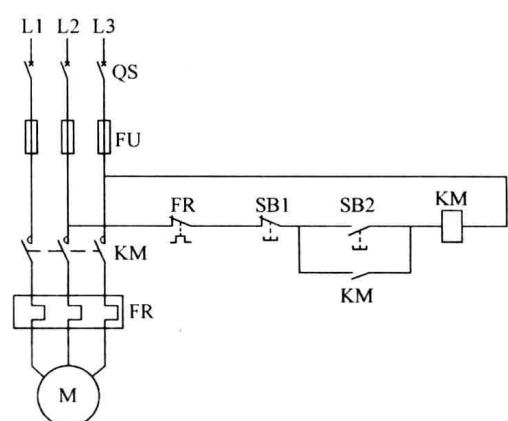

图 1-4 单向运行电气控制电路
在要求电动机起动后能连续运行时，采用上述点动控制电路是不行的。因为要使电动机 M 连续运行，起动按钮 SB 就不能断开，这是不符合生产实际要求的。为实现电动机的连续运行，可采用接触器自锁单向控制电路，如图 1-4 所示。这是一种最常用、最简单的控制电路，能实现对电动机的起动、停止的自动控制、远距离控制、频繁操作等。电动机单向起动电路由主电路和控制电路两部分组成：
①短路保护。图 1-4 所示主电路发生短路时，通过熔断器 FU 的熔体熔断，切断主电路。
②过载保护。电动机在运转过程中，如果长期负载过大或频繁操作等都会引起电动机绕组过热，影响电动机的使用寿命，甚至会烧坏电动机。因此，对电动机要采用过载保护，一般采用热继电器作为过载保护元件，电动机过载保护通过热继电器 FR 实现，由于热继电器的热惯性比较大，即使热元件上流过几倍额定电流，热继电器也不会立即动作。因此，在电动机起动时间不太长的情况下，热继电器经得起电动机起动电流的冲击而不会动作。只有在电动机运行过程中，由于过载或其他原因，使负载电流超过额定值时，经过一定时间，串接在主回路中的热继电器的双金属片因受热弯曲，使串接在控制回路中的动断触头断开，切断控制回路，接触器 KM 的线圈断电，主触头断开，电动机 M 停转，达到了过载保护的目的。
③欠电压和失电压保护。当电动机正在运行时，如果电源电压由于某种原因消失，那么在电源电压恢复时，电动机就将自行起动，这就可能造成生产设备的损坏，甚至造成人身事故。对电网来说，同时有许多电动机及其他用电设备自行起动也会引起不允许的过电流及瞬间网络电压下降。为了防止电压恢复时电动机自行起动的保护叫失电压保护或零压保护。